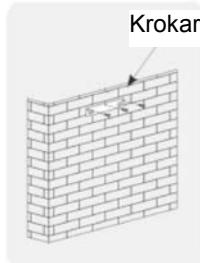

Bild 2
- Installera krokarna på en lämplig plats då installationshöjden har bestämts och se till så att de sitter i linje. *Se Bild 2.*